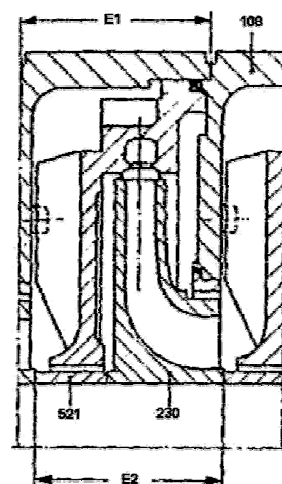

Figura 33 – Medição dos estágios
Antes da montagem deverá ser controlada a exatidão do comprimento "E" do corpo de estágio (108) e do rotor (230) com bucha de estágio (521) a ele pertencente. Eventual diferença de comprimento deverá ser compensada somente na bucha de estágio (521) de maneira que seja $E1 = E2$ (Figura 33). No caso de
Consulte item 9.4.1.1. "Preparativos" e figura 33.